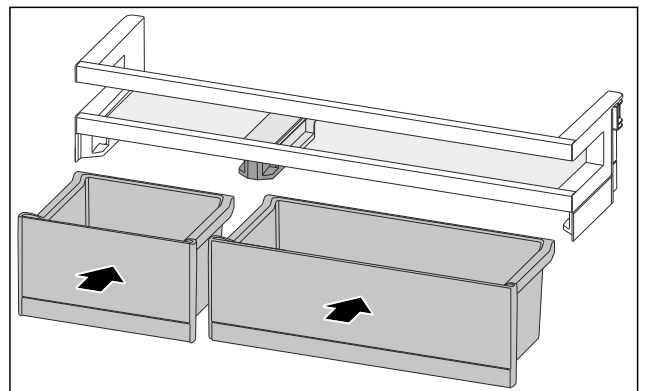

Fig. 173
- Inserire i VarioBox in posizione scambiata. (vedere Fig. 173)